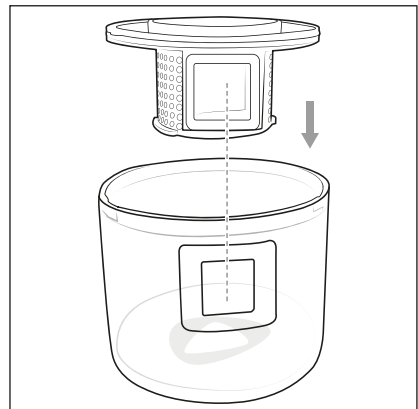

Abb. 7
- 6) Setzen Sie den Staubfilter **6** wieder in den Staubbehälter **4**. Achten Sie dabei darauf, dass sich die seitlichen Öffnungen des Staubbehälters **4** und des Staubfilters **6** übereinander befinden (Abb. 7).